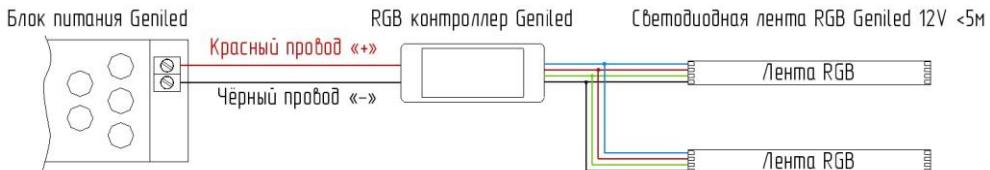

Рисунок 5. Пример подключения ленты Geniled RGB до 5м.
5.6. Если необходимо подключить до 5м ленты RGB к контроллеру, или несколько отрезков меньше 5 метров, то подключение можно осуществлять параллельно – Рисунок 5. В том случае, когда отрезок ленты от 5м до 10м, необходимо их «закольцевать», как показано на рисунке 6. Это необходимо для того, чтобы исключить падение яркости на концах ленты.